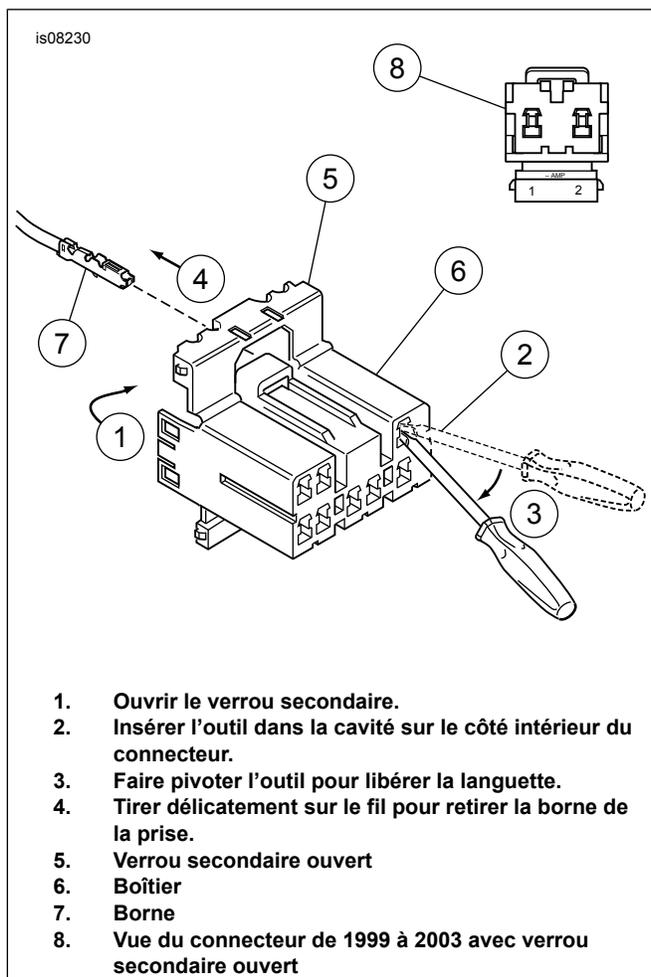

Figure 3. Connecteurs électriques Multilock Amp
Voir Figure 3. **Les modèles de 1996 à 1998** ont un connecteur Multilock Amp à 8 fiches situé sous la selle. **Les modèles de 1999 à 2003** ont un connecteur Multilock Amp à 2 fiches situé sous le diffuseur de feu arrière.
3. Voir Figure 3. **Sur les modèles de 1999 à 2003**, il est nécessaire de retirer le diffuseur de feu arrière pour accéder au connecteur Multilock Amp. **Sur les modèles de 1996 à 1998** avec des connecteurs Multilock Amp. Voir le Manuel d'entretien. Retirer le connecteur du dispositif de retenue.